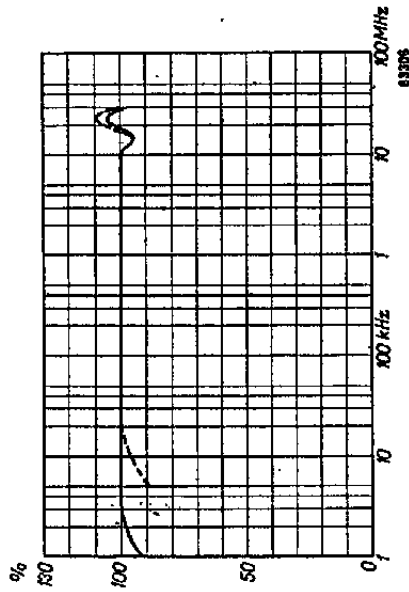

Fig. 1
d. Frequenzkennlinie — Die maximale Abweichung von dem Mittelwert der Frequenzkennlinie (Fig. 1) beträgt bei Benutzung des direkten Einganges < 4%, bei Benutzung des Abschwächereinganges < 5%.